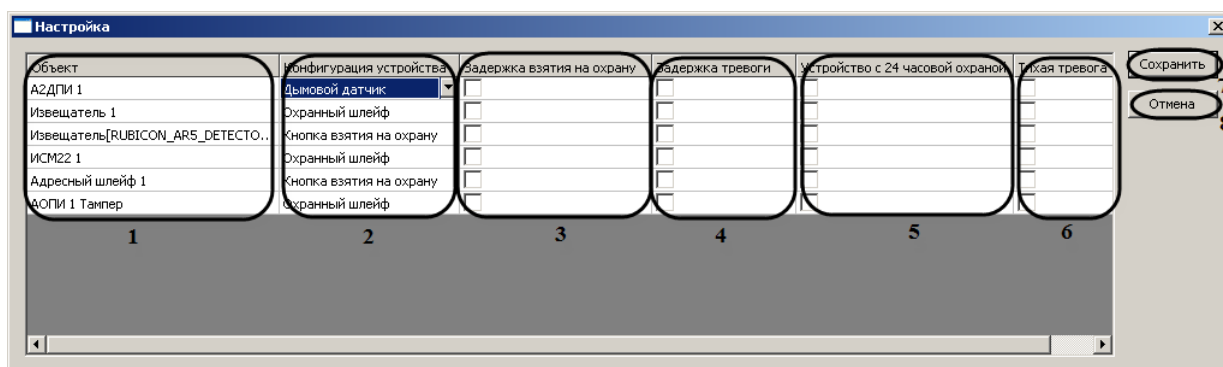

Рис. 3.7—8 Настройка связанных объектов
Примечание. В столбце **Объект** отображается список связанных объектов с охранной зоной (см. Рис. 3.7—8, 1).
3. В столбце **Конфигурация устройства** необходимо выбрать из раскрывающегося списка конфигурацию устройства (см. Рис. 3.7—8, 2).